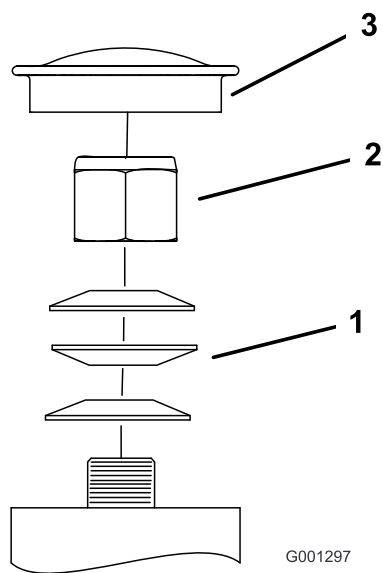

Figure 71
3. Retirez le capuchon antipoussière de la roue pivotante et serrez le contre-écrou (Figure 71).
4. Continuez de le serrer jusqu'à ce que les rondelles élastiques soient aplaties, puis desserrez-le de ¼ de tour pour obtenir la précharge correcte des roulements (Figure 71).
Important: Veillez à placer les rondelles élastiques comme montré à la Figure 71.
5. Remettez le capuchon antipoussière en place (Figure 71).